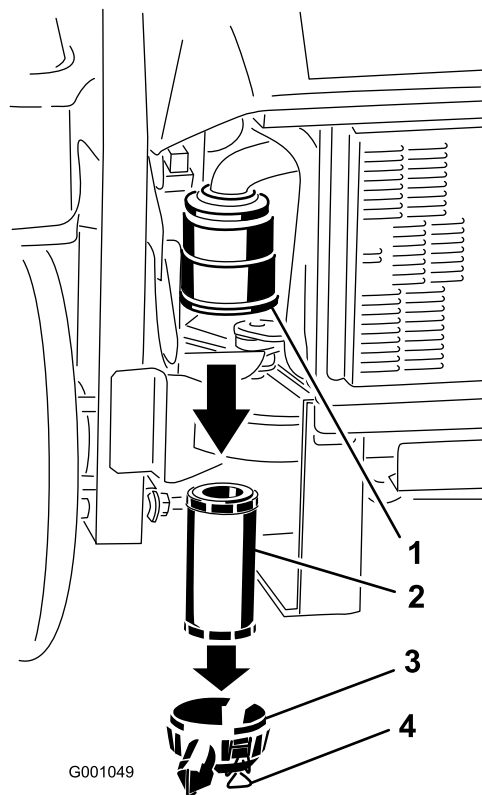

Figure 37
3. Ouvrez les verrous du filtre à air et détachez le couvercle du corps du filtre (Figure 37).
5. Sortez l'élément filtrant du corps du filtre avec précaution (Figure 37). Évitez de cogner l'élément à l'intérieur du corps.